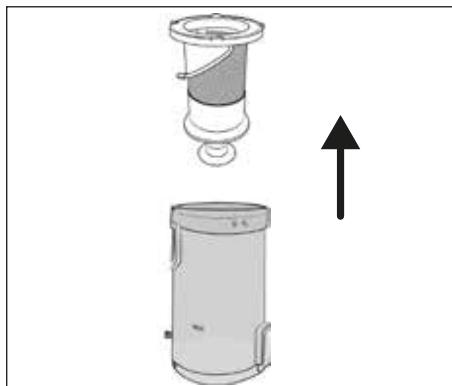

Fig. 19
- 4) Para retirar el filtro de acero inoxidable ⑥ del depósito de polvo ⑦, agarre el filtro de acero inoxidable ⑥ por el orificio y extráigalo del depósito de polvo ⑦ (consulte la fig. 19).